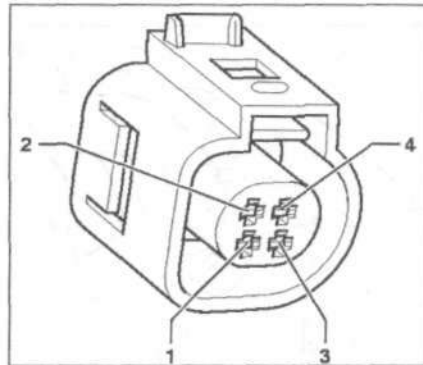

Рис. 4.37. Прошунтируйте контакты 3 и 4 разъема проводки, используя вспомогательные провода от тестера V.A.G 1594, и наблюдайте за показаниями на дисплее.
6. Прошунтируйте контакты 3 и 4 разъема проводки, используя вспомогательные провода от тестера V.A.G 1594, и наблюдайте за показаниями на дисплее (рис. 4.37).